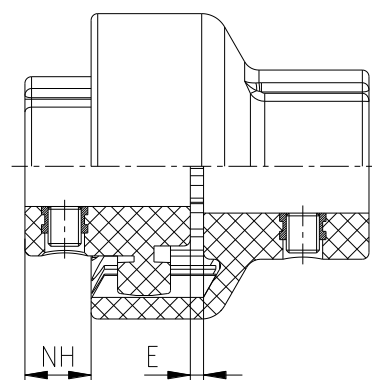

Bild 11: Kupplungseinbau
- Verschieben Sie die Aggregate in axialer Richtung, bis das E- bzw. NH-Maß erreicht ist (siehe Bild 11).